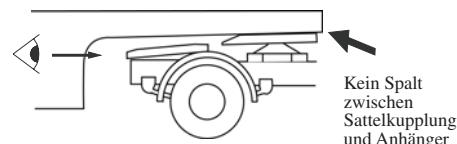

Abbildung 7 - Sichtprüfung auf Einklinken des Königszapfens
2. Sichtprüfung durchführen, ob der Verschlussriegel vollständig quer liegt und der Königszapfen im Mechanismus eingeklinkt ist (siehe Abb. 7).